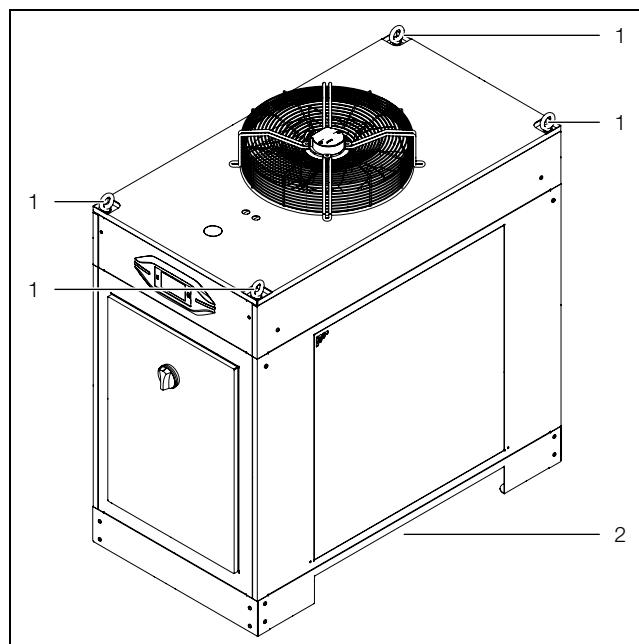

Imagen 15: Transporte (la imagen muestra, a modo de ejemplo, la ejecución SK 333640x)
- mediante los cáncamos de transporte con la ayuda de un elevador (Imagen 15, pos. 1) o
- con la ayuda de una carretilla elevadora, introduciéndola por la parte inferior y levantando lateralmente (Imagen 15, pos. 2).
#### Leyenda imagen 15